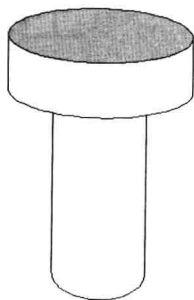

图 5-1-13
(3) 单击“添加:拾取点”按钮，暂时关闭对话框，在图形的顶部椭圆内单击，按 Enter 键，结束选择。单击“确定”按钮，将其填充为绿色，如图 5-1-13 所示。